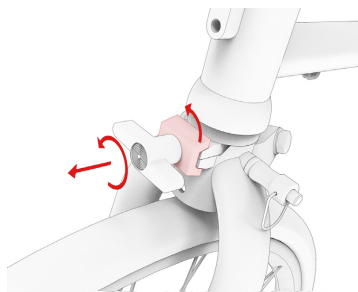

Fig. 2.1
- ① Abra la tuerca de aletas del cierre de la horquilla (en el sentido contrario a las agujas del reloj) y gire el cierre 90 grados en posición vertical (Fig. 2.1).